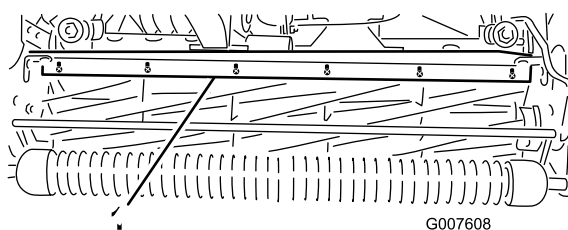

図 51
1. バー（図 51）をカッティングユニットに固定しているネジをゆるめる。